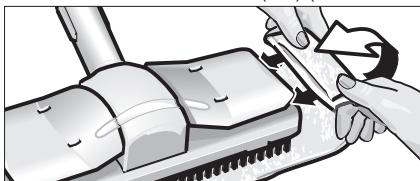

Abb. 12: Aufziehen des Wischlappens
- Befestigen Sie den Wischlappen (H3) an der Bodendüse (H1). Falten Sie dazu den Wischlappen längs zusammen und stellen Sie die Bodendüse darauf. Ziehen Sie nacheinander die überstehenden Enden des Wischlappens unter die Halteklemmen (H2) (siehe Abb. 12).